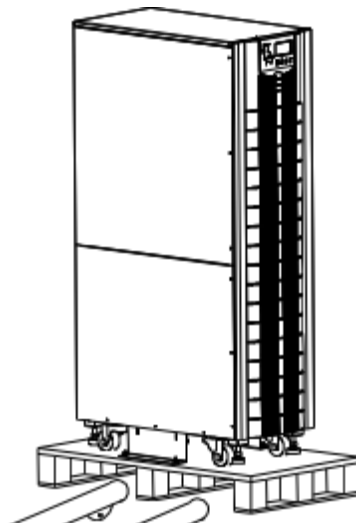

Figura 2-4 Retire la espuma protectora
4. Retire la espuma protectora alrededor del armario como se muestra en la figura 2-4.